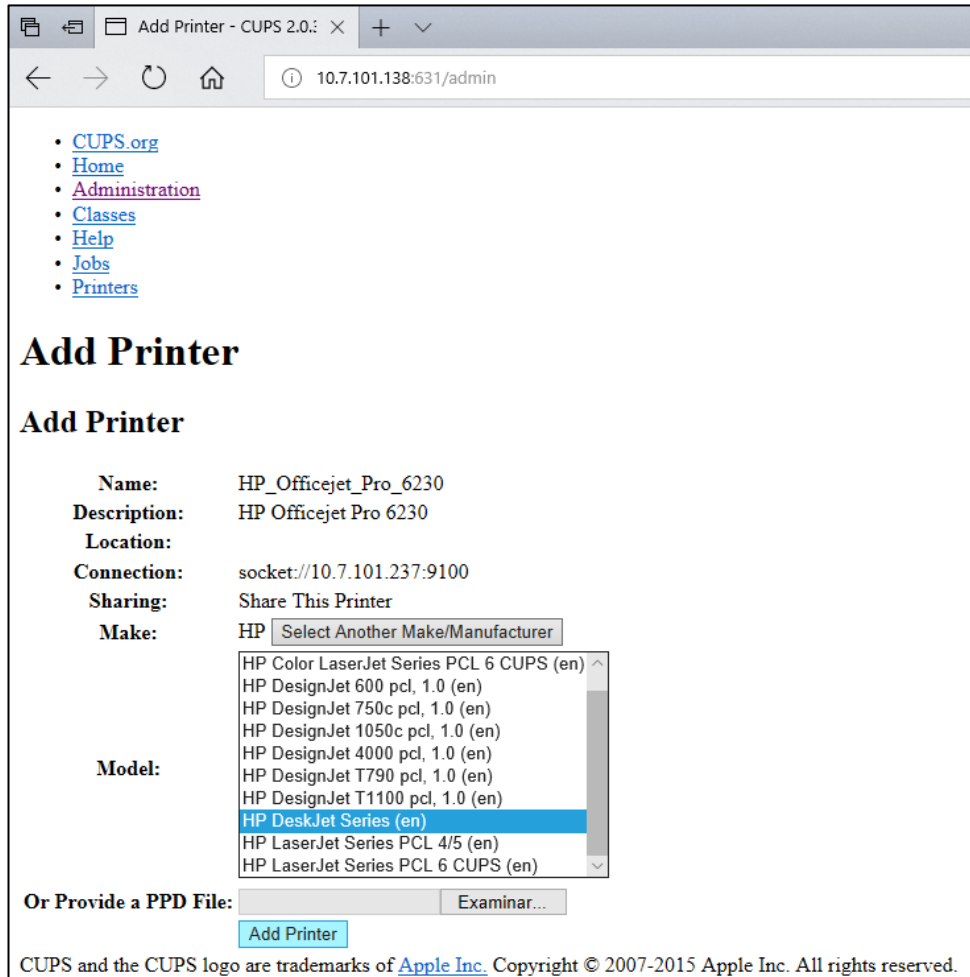

图 80. 选择打印机驱动程序。
**提示：** 如果未列出打印机的驱动程序，请使用该打印机品牌的通用驱动程序。如果列出的驱动程序均不起作用，请从网络上下载 PPD 文件格式的 CUPS 驱动程序，在 **Or Provide a PPD File**（或提供 PPD 文件）字段中将其选中，然后按下 **Add Printer**（添加打印机）（图 80）。